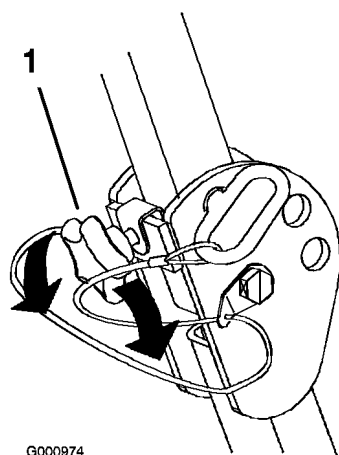

Figure 7
1. Pour abaisser l'arceau de sécurité, desserrez les boutons avant (Figure 7).
Important: Serrez les boutons avant contre les extrémités centrales de l'arceau de sécurité (Figure 7).